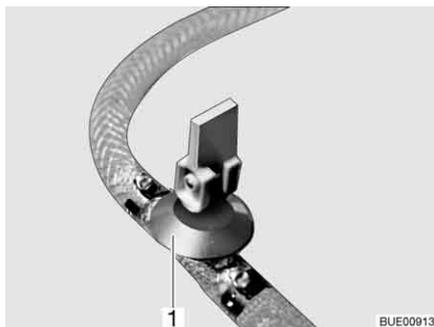

Fig. 168 Rubinetto di scarico (con leva a bilanciante)
- Aprire tutti i rubinetti di scarico. A tale scopo, posizionare la leva a bilanciante del rubinetto di scarico (Fig. 168,1) in verticale.